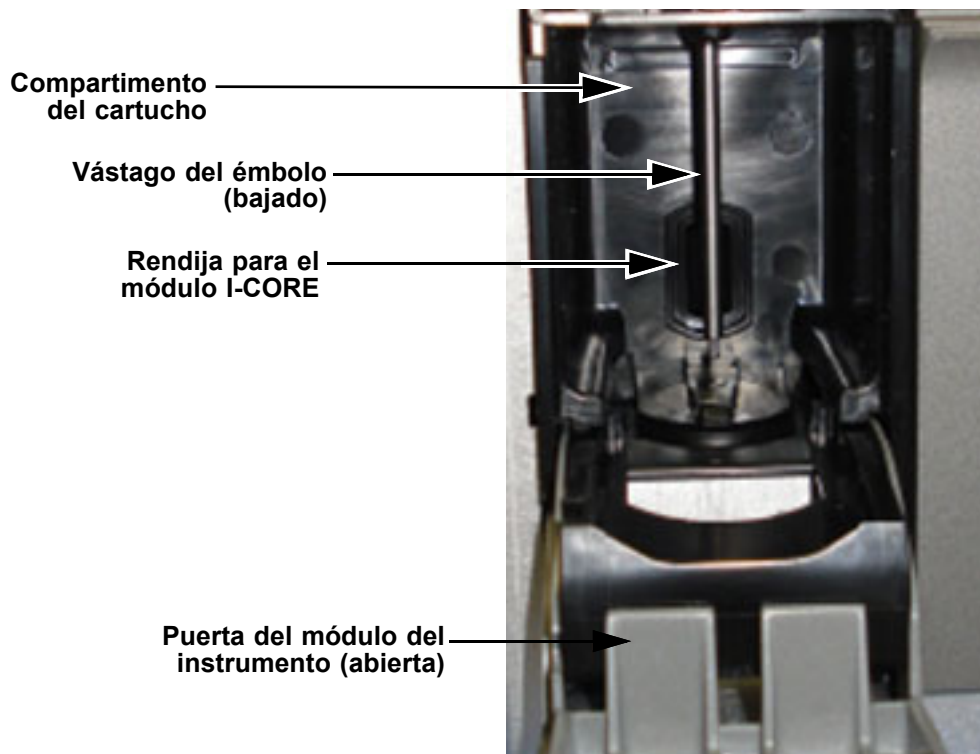

Figura 9-5. Vástago del émbolo bajado hasta el compartimento del cartucho
6. En el cuadro de diálogo Mantenimiento del vástago del émbolo, el nombre del botón **Limpiar** cambia a **Subir** (si se selecciona el botón **Limpiar todo**, el nombre cambia a **Subir todos**). En el instrumento, los vástagos de los émbolos del módulo seleccionado (o de todos los módulos si hizo clic en el botón **Limpiar todo**) bajan hasta situarse en el interior del compartimento del cartucho. Consulte la figura 9-5.
La entrada de líquido en el interior del módulo I-CORE puede dañarlo. No toque la rendija del módulo I-CORE en el que se introduce el tubo de reacción del cartucho (consulte la figura 9-5).